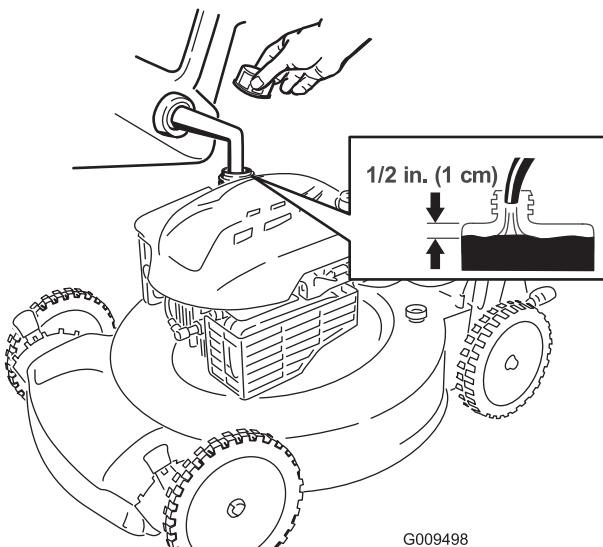

Bild 8
- Reinigen Sie den Bereich um den Tankdeckel und nehmen den Deckel ab (Bild 8).